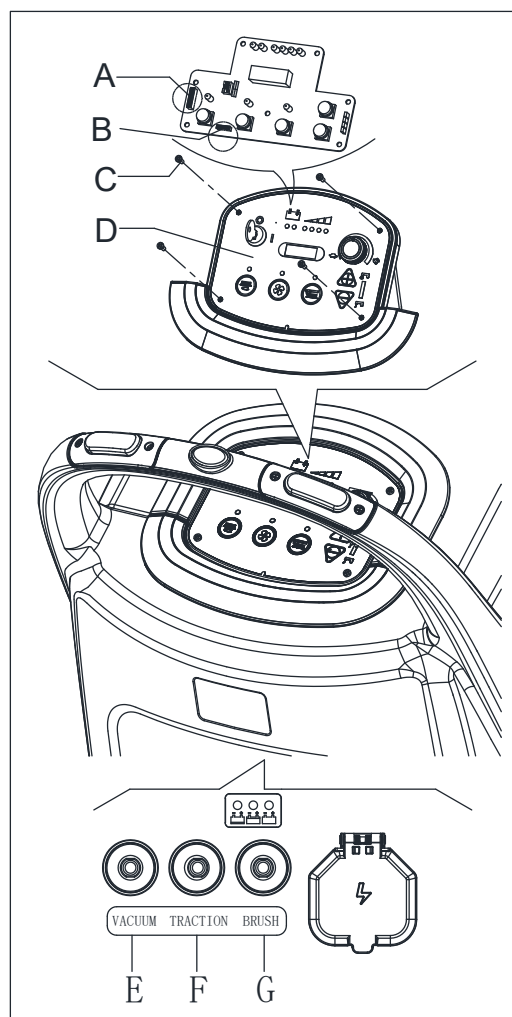

Рисунок 24
3. Извлеките винты(С.Рисунок 24) на панели управления (D), затем переверните доску панели управления, чтобы найти предохранитель (А, В, Рисунок 24).